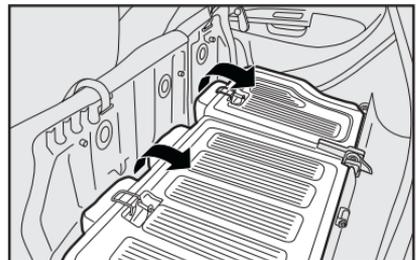

fig. 88
1) Empuje hacia atrás el asiento trasero completo **fig. 88**.